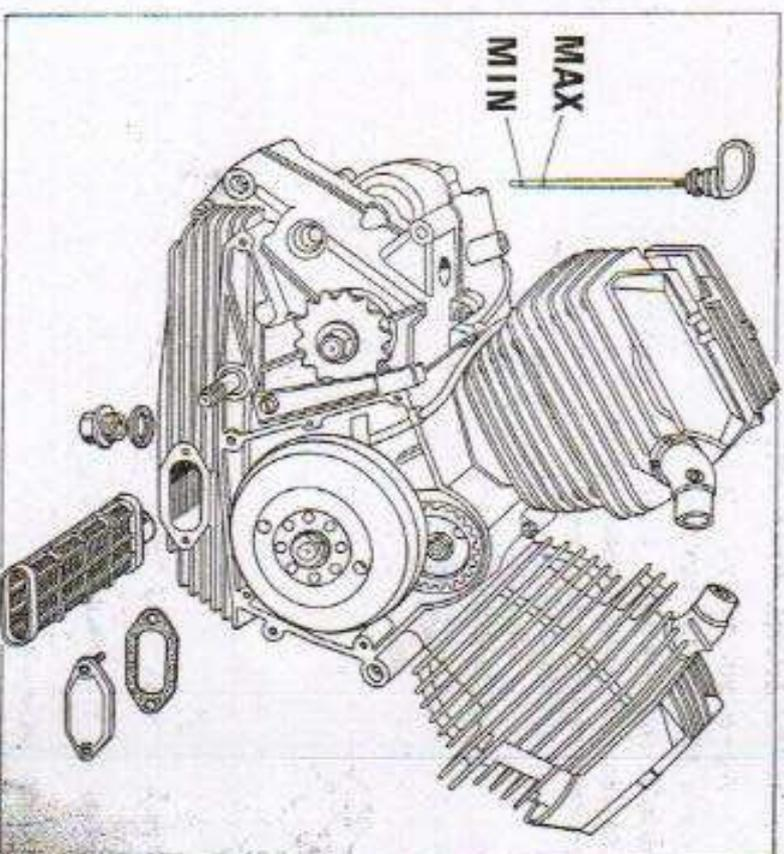

Fig. 4
- 1 - Togliere il tappo posto sotto il motore (fig. 4) e curare che scarichi la maggiore quantità d'olio.
- 2 - Chiudere accuratamente il tappo, togliere l'asta a livello olio (fig. 4) e versare litri 3 di olio Castrol GTX.
- 1 - Togliere il coperchietto laterale (fig. 4).